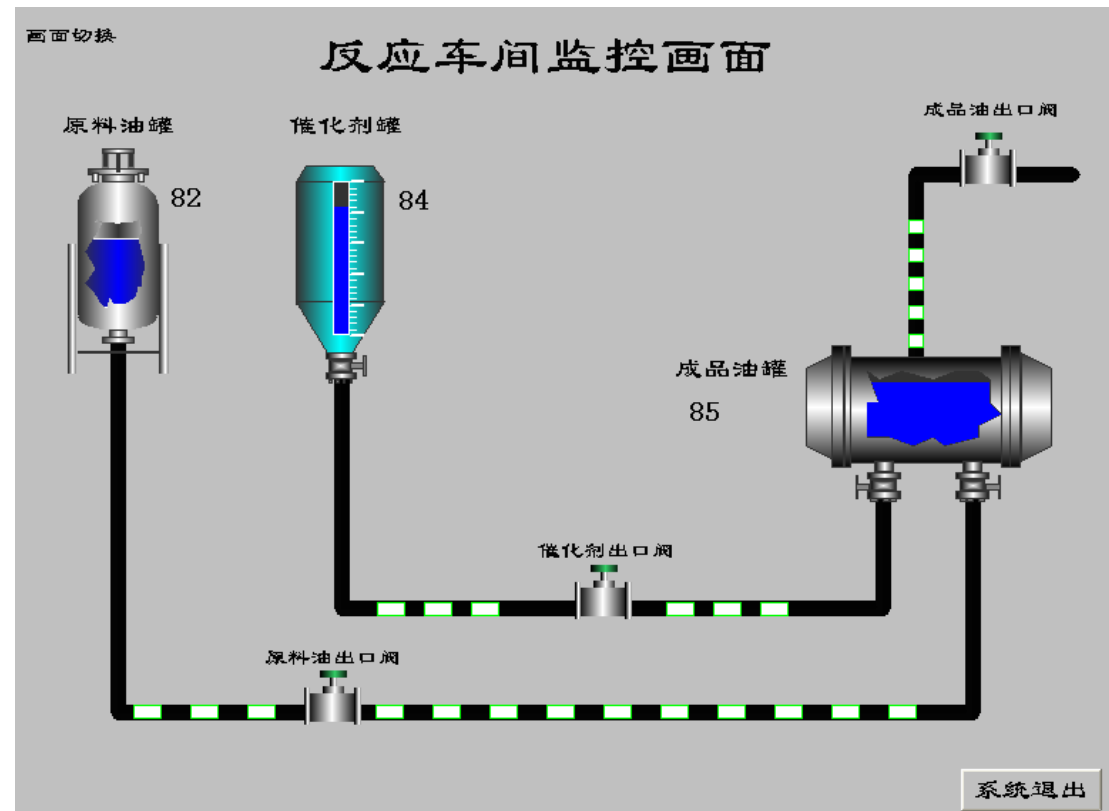

图3-8 运行中的监控画面
(6) 单击“确认”按钮关闭对话框。上述命令语言是当“监控画面”存在时每隔55毫秒执行一次。当\\本站点\原料油出料阀开启时改变\\本站点\控制水流变量的值，达到了控制液体流动的目的。
(7) 利用此方法设置催化剂液罐水平移动设置和成品油液罐垂直移动设置管道液体流动的动画。
(8) 单击“文件”菜单中的“全部存”命令，保存您所作的设置。
(9) 单击“文件”菜单中的“切换到VIEW”命令，进入运行系统，在画面中可看到液位的变化值并控制阀门的开关，从而达到了监控现场的目的，如图3-8所示。